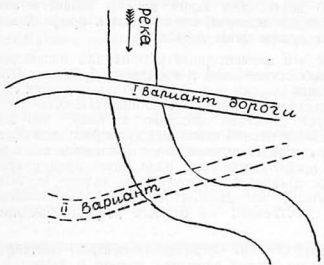

Рис. 1 — Выбор места постройки моста. I — хороший вариант, II — плохой вариант
1) там, где речка имеет прямое русло (рис. 1), так как на изгибах реки во время половодья вода и лед будут ударяться в опоры моста сбоку, что может повлечь разрушение моста;